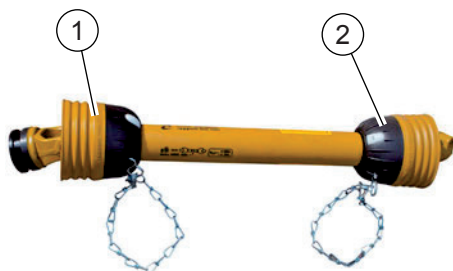

FIG. 21
- Schutzvorrichtungen an der Gelenkwelle der Traktorseite (1, "Fig. 21") und Maschinenseite (2), einschließlich den Halterungsketten.